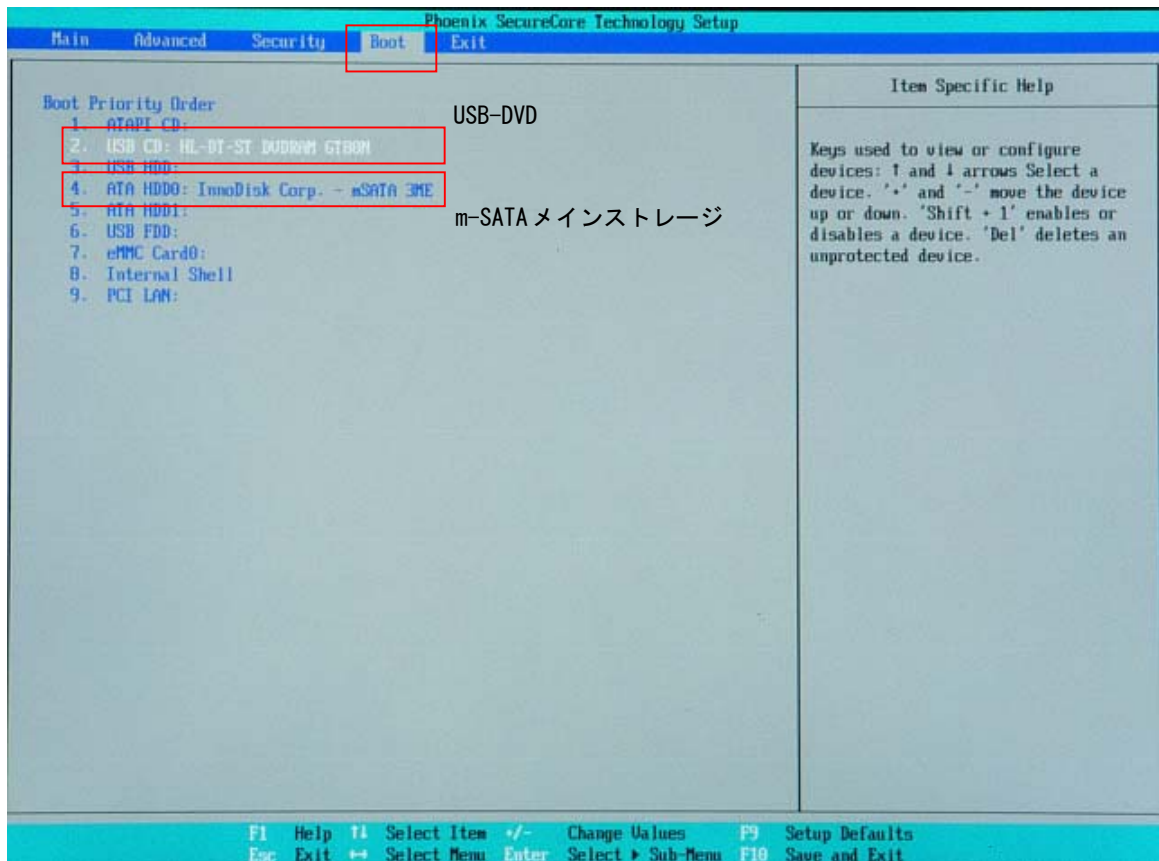

図 6-1-3. Bootデバイスの選択
- ⑧ [Boot]メニューを選択します。(図 6-1-3)
- ⑨ [USB CD] (接続した USB-DVD ドライブ) を [ATA HDD0] (m-SATA メインストレージ) よりも上に設定します。